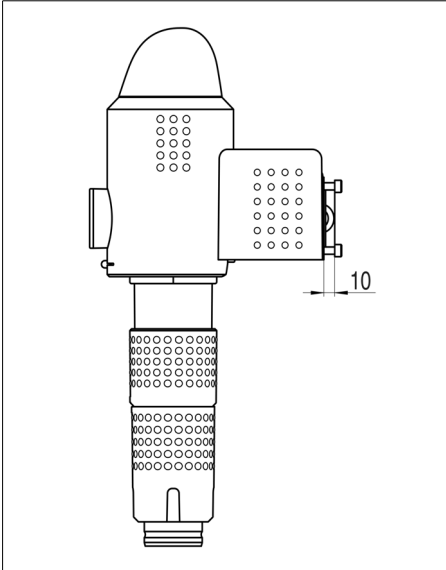

Abb. 4: Abstand der Schrauben zum Gehäuse
- Die Schrauben der Wasserüberwachungs-Armatur bis auf einen Abstand von 10 mm zur Flanschfläche in den Rückspülfilter oder die Hauswasserstation einschrauben (siehe Abb. 4).